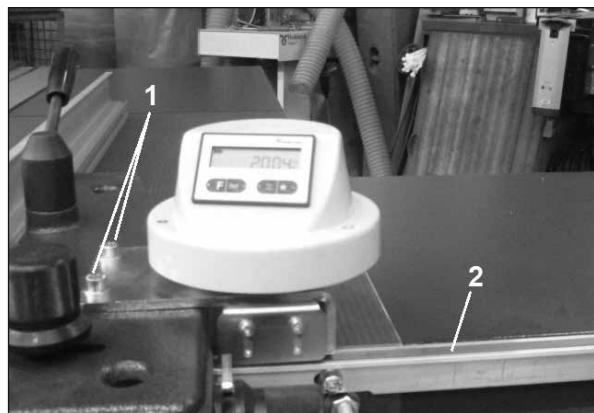

Fig.25
Mettez la lecture digitale sur le support du guide parallèle dans les trous prévus (1). Mettez le profilé alu (2) avec la bande magnétique sur la table à 1 mm en dessous du niveau de la table en fonte (fig.25).